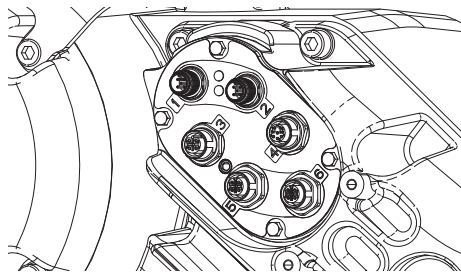

ABB. 40
- c. Kabelzugentlastung (CG) lösen.
- d. Die Kabel vom Antriebsgehäuse entfernen, indem diese durch die Zugentlastung (CG) gezogen werden.
- e. Die an den Anschlüssen 1-6 an der Seite des Antriebs angeschlossenen Kabel trennen, wie dargestellt in ABB. 40.